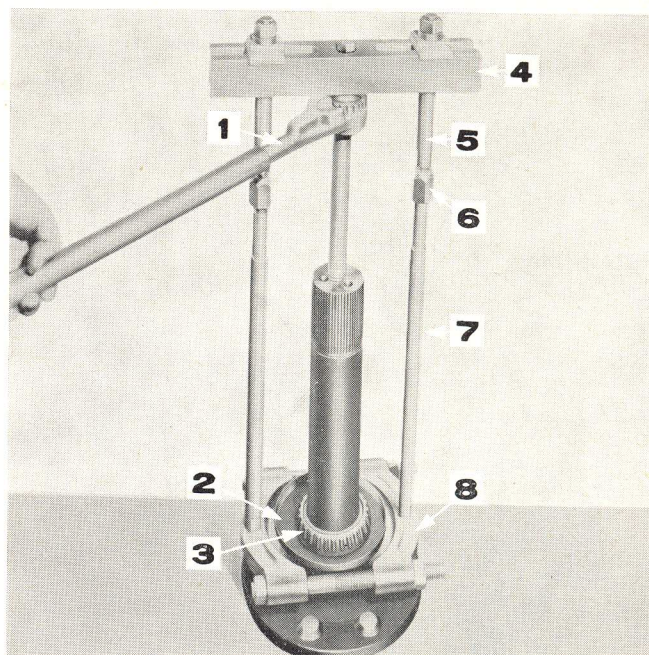

Figure 46: Extraction du roulement extérieur et de l'arrêt d'huile d'arbre de roue
11. Extraire le roulement à galets coniques, le couvercle d'arrêt d'huile et l'arrêt d'huile au moyen des outils P61, 952, 938, 930 B & E, 924, (Figure 46).